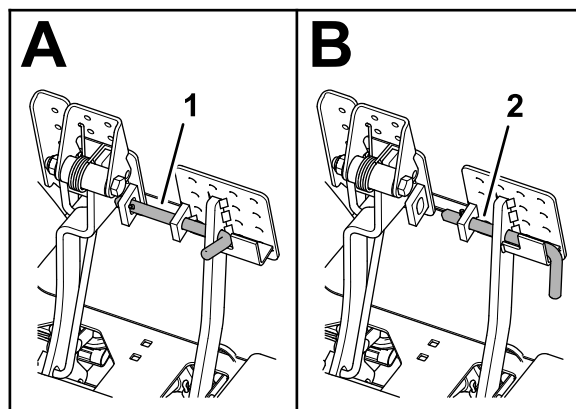

Рисунок 148
2. Отсоедините фиксатор педалей, расположенный между педалями тормоза (Рисунок 148), чтобы обе педали работали независимо друг от друга.